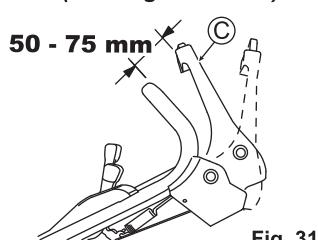

Fig. 31
Réglez de telle façon que la lame commence à tourner lorsque la distance entre le levier d'embrayage de la lame (C) et le guidon est de 50 - 75 mm, avec le bouton jaune enfoncé ainsi qu'ilustré dans la Fig. 31.